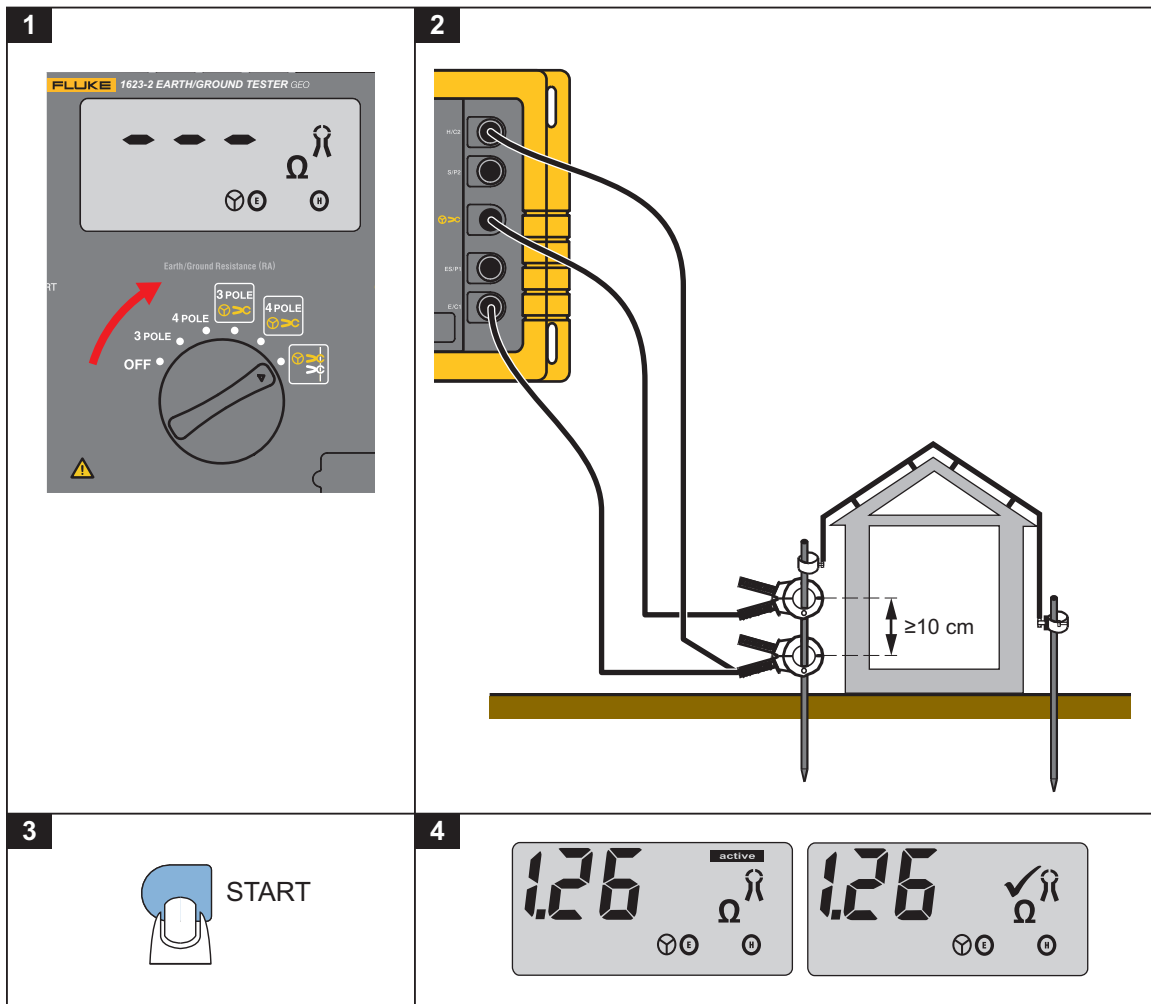

Abbildung 8. Spießlose Erdschleifenmessung
1.  wählen. Siehe Abbildung 8.